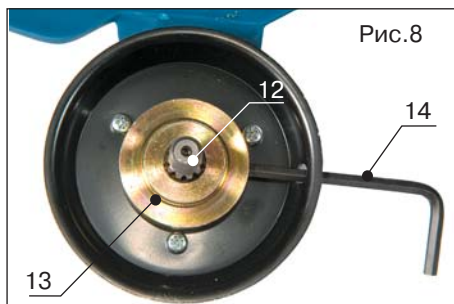

Рис.8
- Установите на вал (поз.12, рис.8) приёмную шайбу (поз.13, рис.8)
- Зафиксируйте вал с помощью специального ключа (поз.14, рис.8), входящего в
- Зафиксируйте вал с помощью специального ключа (поз.14, рис.8), входящего в комплект поставки